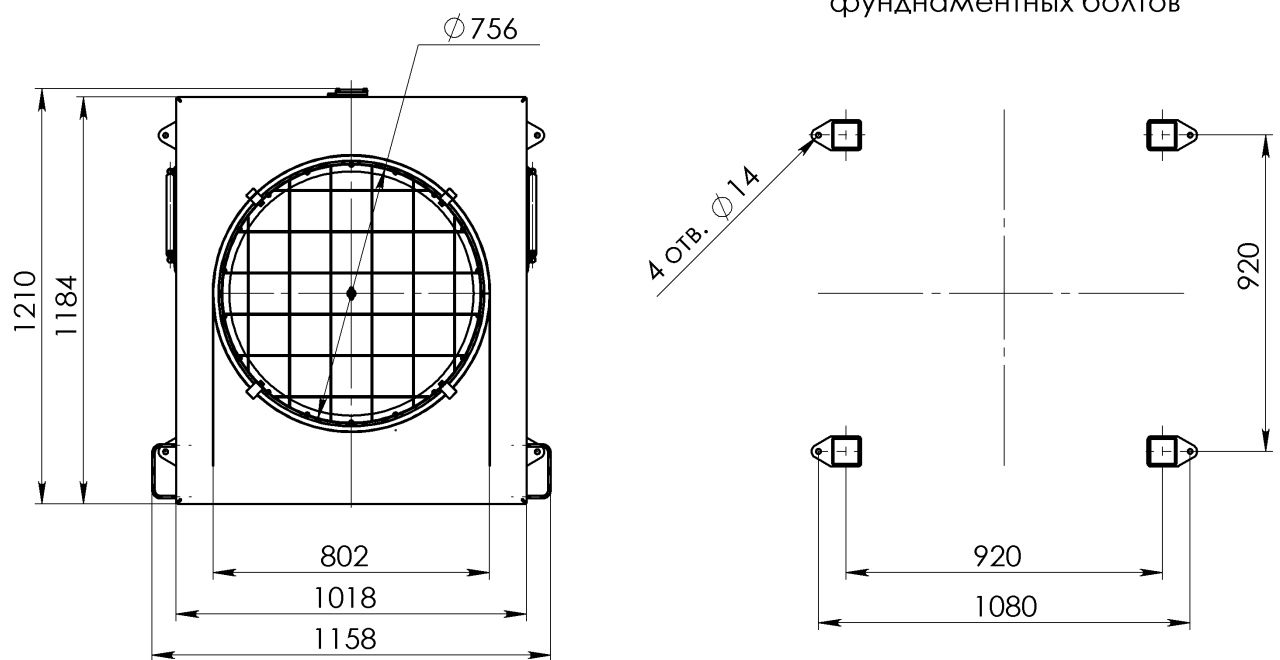

Рисунок 2 – Габаритные и присоединительные размеры
4.5. Габаритные и присоединительные размеры указаны на рис.2.